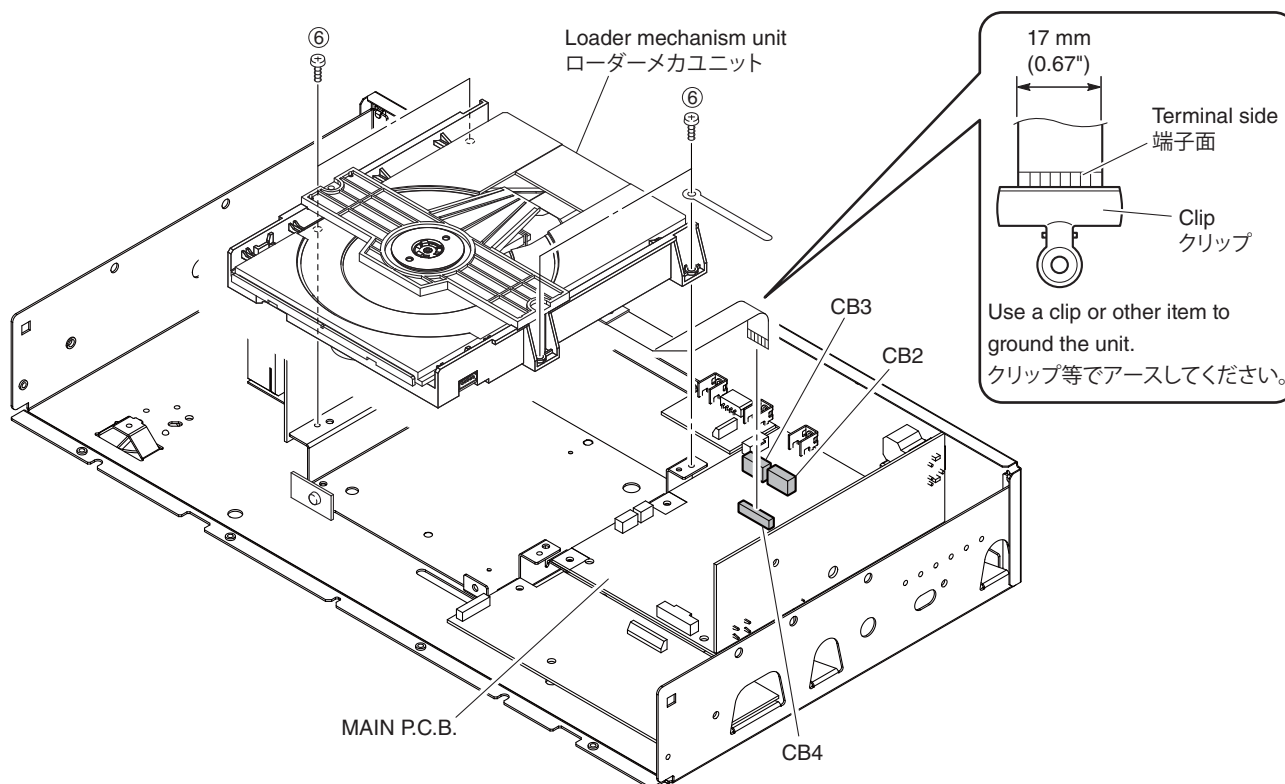

Fig. 3
- a. Remove 4 screws (⑥). (Fig. 3)
- b. Remove CB2 and CB3. (Fig. 3)
- c. Remove CB4 and ground the terminal side of the flexible flat cable with a clip or the like. (Fig. 3)
- d. Remove the loader mechanism unit. (Fig. 3)
- a. ⑥のネジ4本を外します。(Fig. 3)
- b. CB2、CB3を外します。(Fig. 3)
- c. CB4を外し、カード電線の端子面をクリップ等でアースします。(Fig. 3)
- d. ローダーメカユニットを取り外します。(Fig. 3)